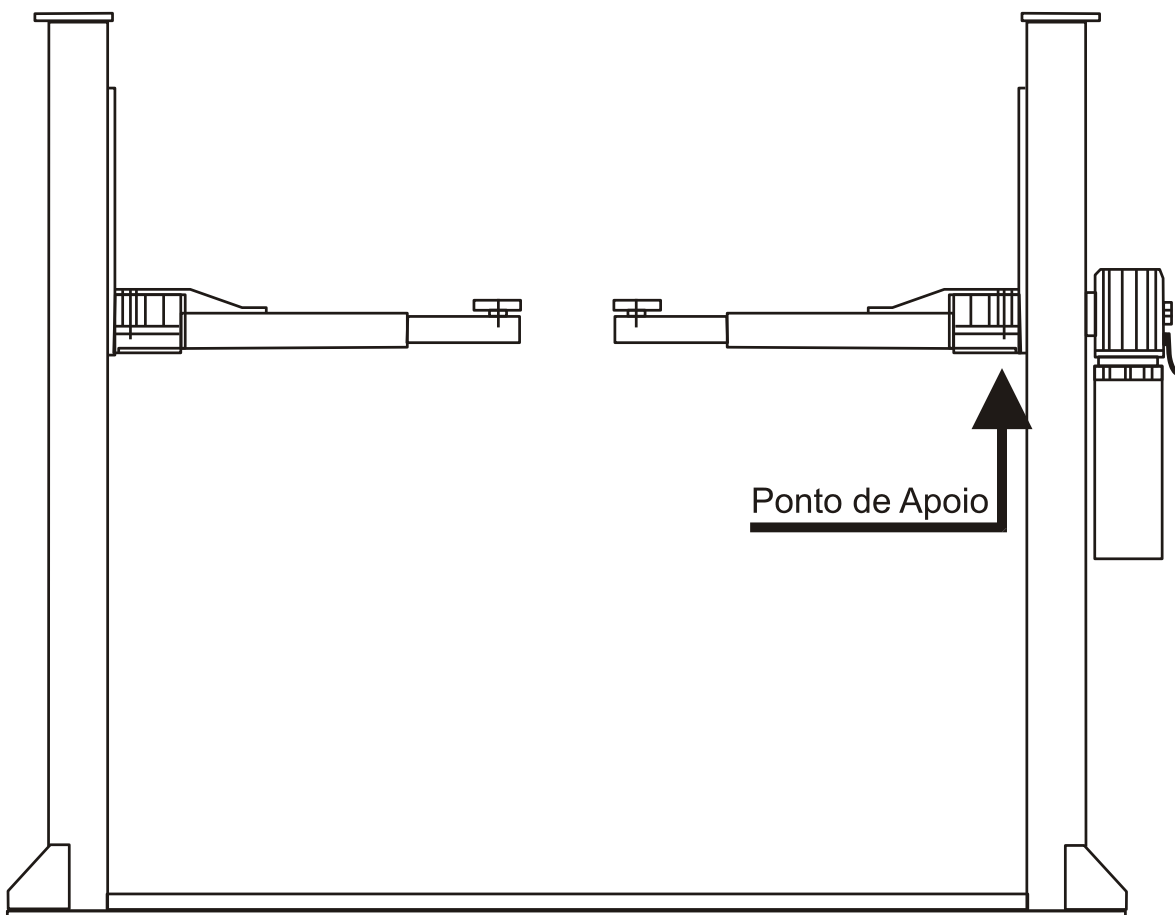

Figura 16
1. Calce um dos carros do elevador no ponto indicado pela Figura 16. Utilize blocos de madeira e um macaco hidráulico posicionado no ponto de apoio indicado pela seta.